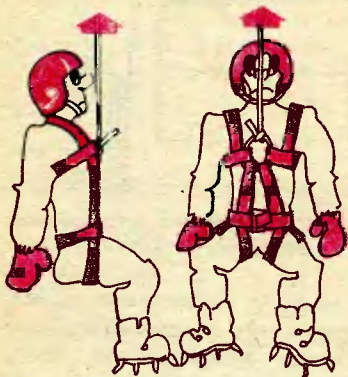

Рис. 216. Конфигурация страховочной системы, которая соответствует медицинским требованиям
3. Точка подвеса к веревке должна находиться не ниже чем самая нижняя точка грудины. При испытании в висе точка присоединения к веревке должна отчетливо ощущаться выше самой нижней точки грудины. Человек, висящий вниз головой, должен быть в состоянии без посторонней помощи вернуться в положение виса вверх головой. Если система состоит из отдельных обвязки и беседки, то петли беседки должны доставать до места присоединения к веревке на уровне груди. Нагрудный пояс обвязки должен охватывать грудь под мышками (рис. 216).